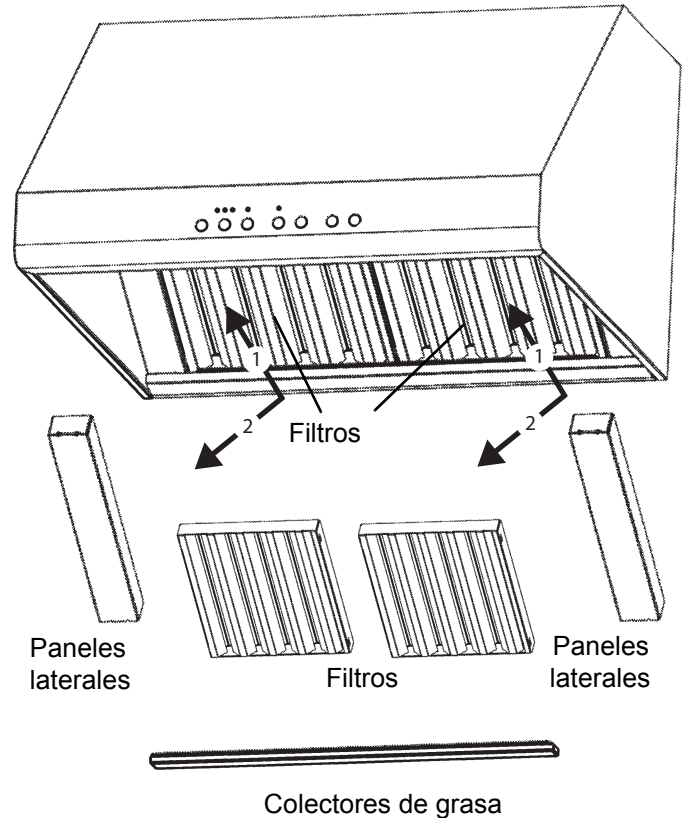

Figura 3: La campana y sus piezas
- Usando la parte plana de un destornillador o de una herramienta equivalente, abra la tapa de cristal, como se enseña en la Figura 3.